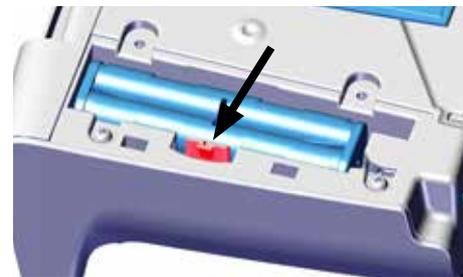

Fig. 2
- ⇒ Pressionar o clipe de retenção (Fig. 2) para o lado e retirar o suporte da bateria.